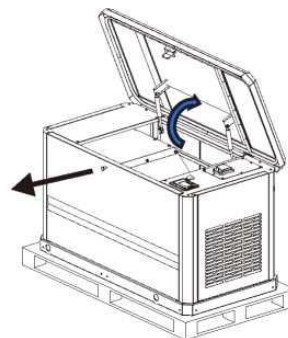

Figura 2-2
I. Abra la cubierta del generador, tire del asa hacia fuera y abra la cubierta del motor como indica la **Figura 2-2**